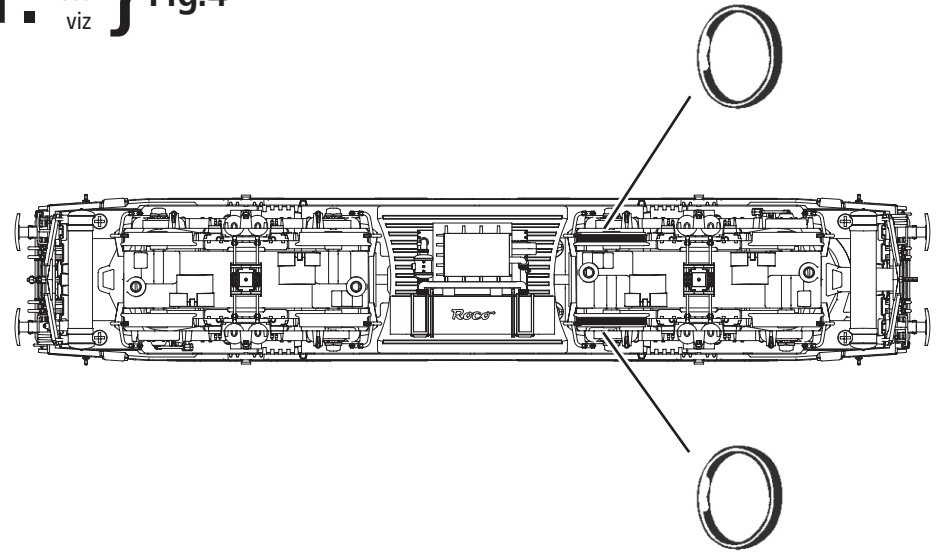

Fig. 10
siehe Fig. 10
**A.C. operation:** see fig. 10